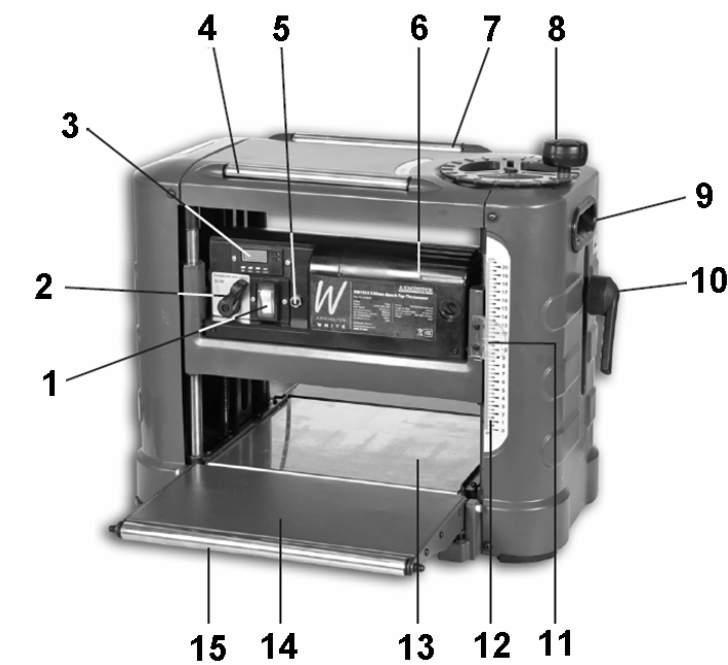

Рис.2
10.4. Юстировка роликов удлинителя стола (Рис. 2; 3; 5; 6)
11.1. Сетевой выключатель и тепловой прерыватель (Рис. 2)
Ручкой (8), Рис.2, по шкале (12) установите положение, соответствующее максимально толстому участку заготовки, после чего установите глубину строгания.
11.2.2. Заготовку подавайте обработанной стороной вниз по поверхности рабочего стола (13) со стороны переднего удлинителя стола (14) до момента захвата заготовки протяжными роликами (автоматическая подача); по необходимости поддерживайте заготовку, не форсируя и не замедляя скорость прохождения заготовки, Рис.2. Для установки глубины строгания, поворачивайте ручку (8). Значение глубины считывается по шкале (12) или цифровому индикатору (3). Перед изменением глубины строгания необходимо ослабить фиксацию ручкой (10). Для стабильной обработки заготовки установленное положение надёжно закрепляйте ручкой фиксации (10).
11.4. Чистовое строгание и дополнительные операции (Рис. 2)